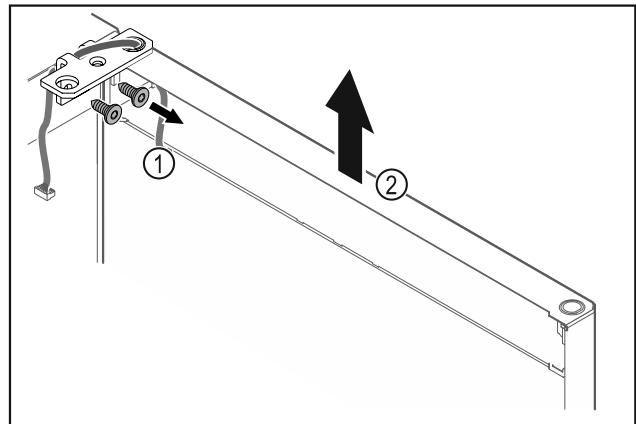

Fig. 24
- ▶ Odvignite kutne šarke Fig. 24 (1).
- ▶ Dignite vrata s kutnim šarkama Fig. 24 (2) cca 200 mm ravno prema gore i skinite ih.